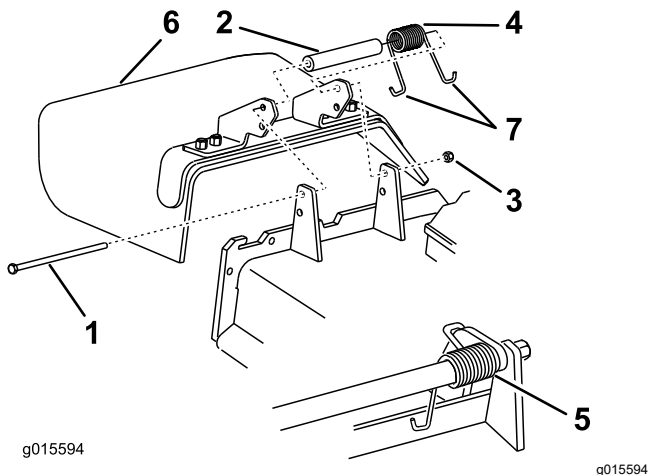

Bild 25
4. Entfernen Sie die Sicherungsmutter, Schraube, Feder und das Distanzstück, mit denen das Ablenklech an den Drehhaltern befestigt ist (Bild 25).
5. Entfernen Sie das Ablenklech (Bild 25).